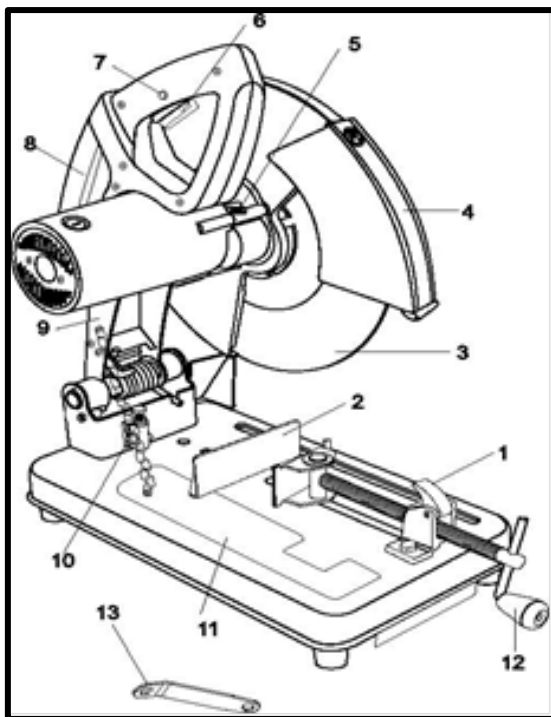
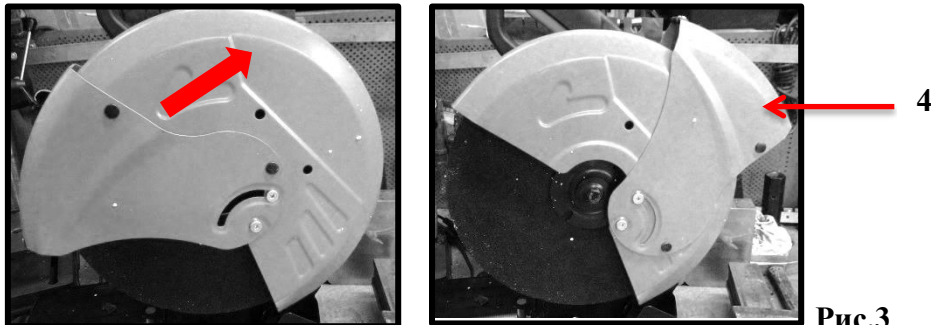
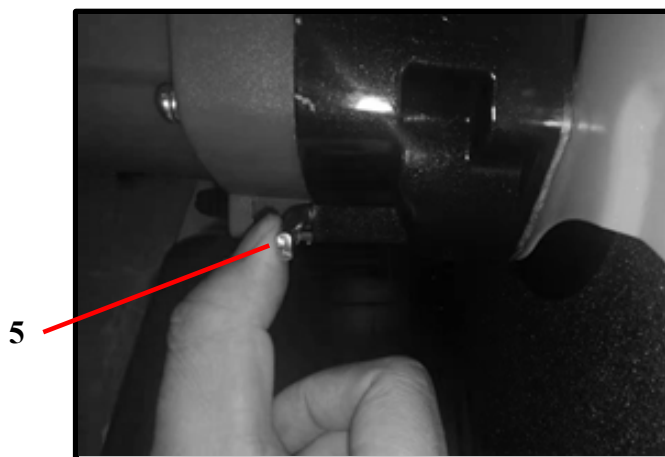

Рис.1
Рис.3
Рис.4
1. Поднимите кронштейн станка **9** (рис.1) вверх до упора.
1. Поднимите защитное ограждение 4 (рис.1 и рис.3) вверх примерно на 75 мм и отпустите. Если защитное ограждение исправно, оно свободно упадет в изначальное положение.
1. Поднимите кронштейн 9 (рис.1) вверх до упора.
2. Поднимите защитное ограждение круга 4 (рис.1 и рис.3) вверх так, чтобы он остался в вертикальном положении.
3. Вращая отрезной круг рукой, нажмите на штифт блокировки 5 (рис.1 и рис.4), переместите его вправо и удерживайте.
3. Надавите на штифт блокировки **5** (рис.4 и рис.8) вправо и удерживайте его в этом положении, одновременно вращая отрезной круг рукой.